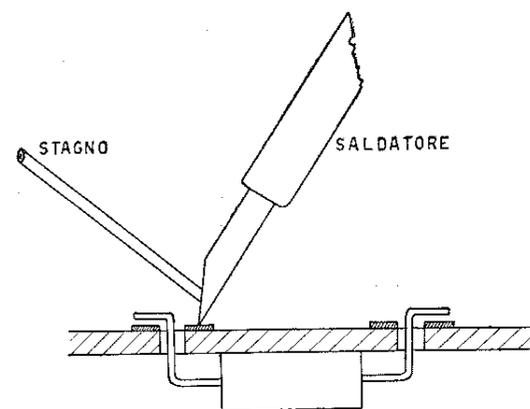

Fig. 24.2. - Come va tenuto il saldatore e lo stagno per saldatura a collegamenti stampati.
**FISSAGGIO DI UN COMPONENTE.** — I componenti, resistori, condensatori, ecc., sono collegati ai rispettivi collegamenti stampati come illustrato in fig. 24.2. Precisamente, in corrispondenza agli estremi, ossia ai terminali, del componente sono praticati dei fori che attraversano tanto il pannello, quanto i collegamenti stampati.
**SOSTITUZIONE DI UN COMPONENTE.** — Accade difficilmente di dover fissare un componente come illustrato in fig. 24.2, dato che generalmente i componenti non si staccano dai punti di saldatura, ma si guastano nella loro struttura.